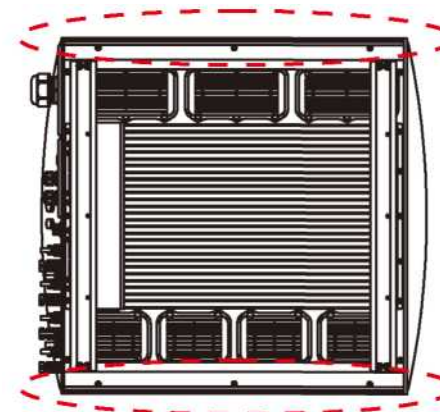

Figura 4.2 Asas del inversor
2. Se necesitan dos personas para sacar el inversor de la caja de envío. Las asas están formadas en el disipador de calor para facilitar el manejo del inversor. Vea la Figura 4.2.